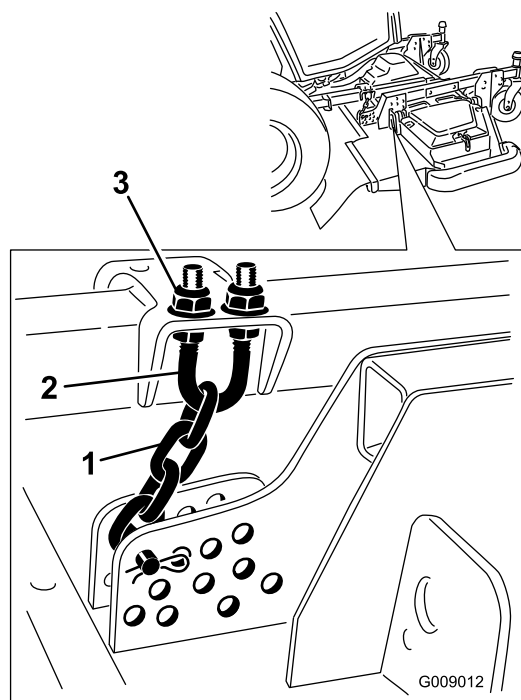

Figura 140
- Allentate i controdadi sulla parte superiore o inferiore del bullone a U della catena dell'altezza di taglio (Figura 140).